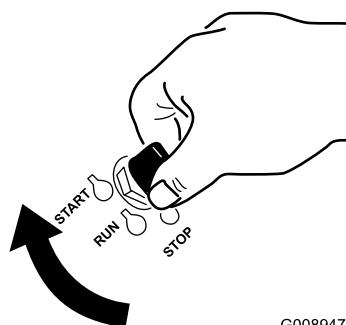

Figura 17
1. Rode a chave da ignição para a posição **Start** (ligar) (Figura 17). Quando o motor arrancar, solte a chave.
7. Rode a chave da ignição para a posição Start (ligar) (Figura 17). Quando o motor arrancar, solte a chave.